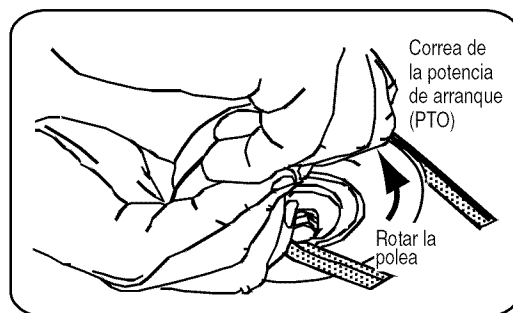

Figura 7-7
- Sosteniendo la correa y la polea juntas, rote la polea hacia la izquierda. Siga sosteniendo y rotando la polea y la correa hasta que la correa se enrolle totalmente en la polea de la potencia de arranque (PTO). Vea la Figura 7-7.